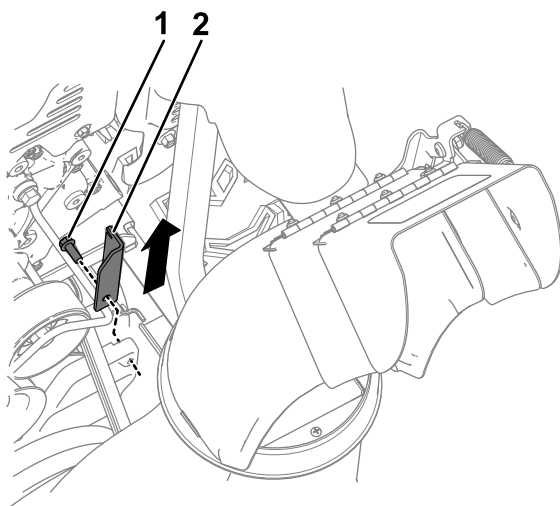

Figur 2
3. Kobl fjederen fra den eksisterende traktionsplade (Figur 2).